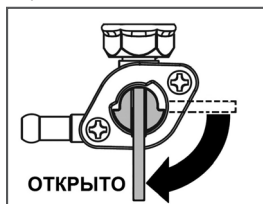

Рис. 12 Рычаг топливного крана
3. Откройте топливный кран переводом рычага в вертикальное положение (Рис. 12).
В процессе работы генератора при температуре окружающей среды ниже -10°C в трубке 1 системы вентиляции картера происходит образование конденсата и его замерзание (Рис. 12). Это приводит к повышению давления в картере двигателя и выдавливанию моторного масла через сальники и прокладки, в результате чего происходит выход двигателя из строя из-за недостаточной смазки. Проверяйте трубку 1 системы вентиляции картера на наличие ледяной пробки каждые 30 минут или чаще (Рис. 14).